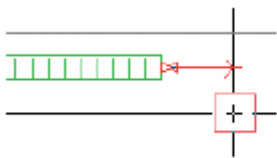
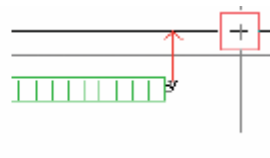

Рис. 2.1-3
Рис. 2.1-4
4. зарисуйте горизонтальный трубопровод в сторону: Прямое присоединение: в бок (рис. 2.1-3), Угловое: в стену (рис. 2.1-4)